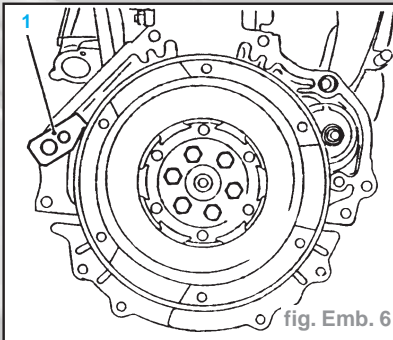

fig. Emb. 6
- Pour bloquer le volant-moteur, utiliser l'outil **KM-652** sur le côté gauche du bloc-moteur (1) (fig. Emb. 6).